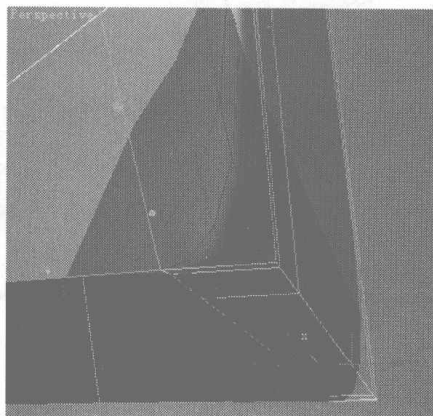
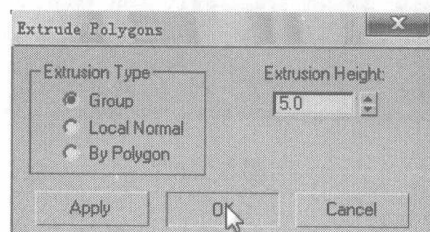
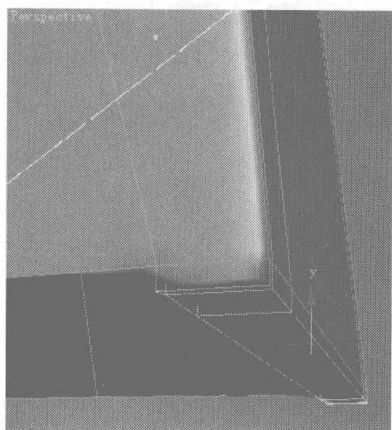
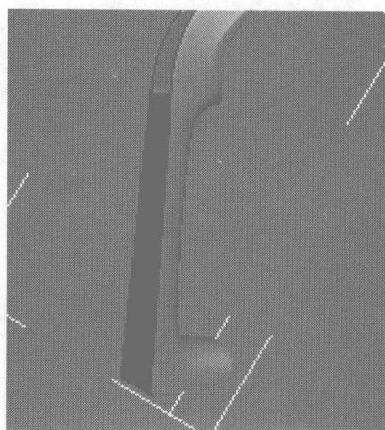

图 5.293
图 5.294
图 5.295
图 5.296
- 08** 选择如图 5.293 所示的面，单击 **Extrude** 右边的小按钮，在弹出的对话框中设置如图 5.294 所示参数，模型显示如图 5.295 所示。至此，琴径部分基本制作完成，如图 5.296 所示。